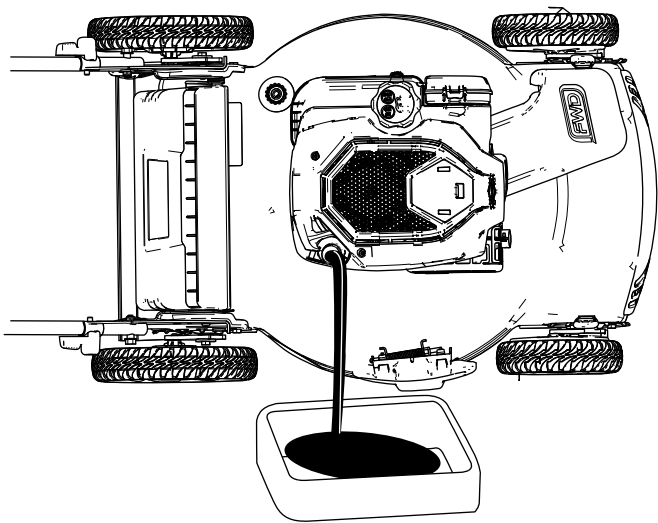

Figura 23
- Ponga la máquina de lado (con el filtro de aire hacia arriba) para drenar el aceite usado del tubo de llenado de aceite (Figura 23).